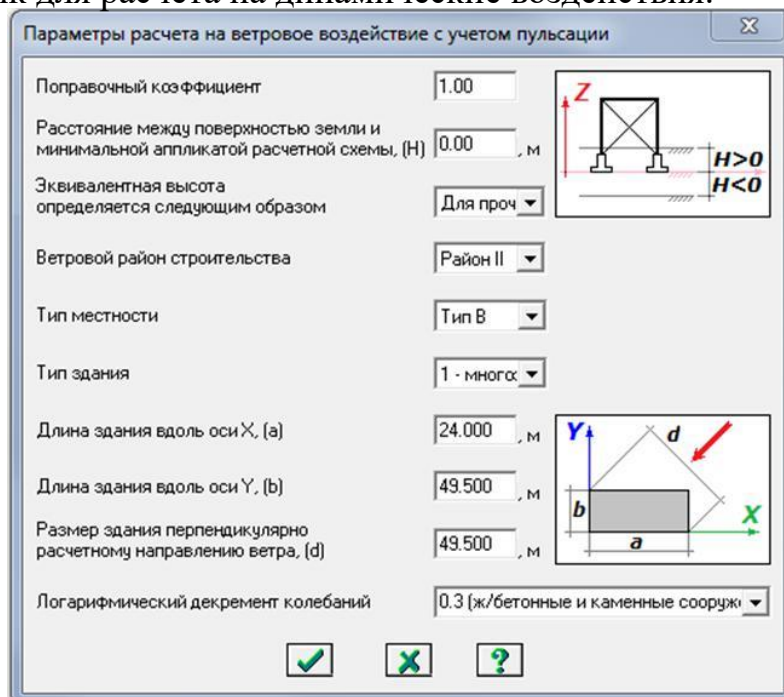

Рис. 3.24. Диалоговое окно Параметры расчета на ветровое воздействие с учетом пульсации
□ В диалоговом окне Параметры расчета на ветровое воздействие с учетом пульсации (рис. 3.24) задайте следующие необходимые параметры: